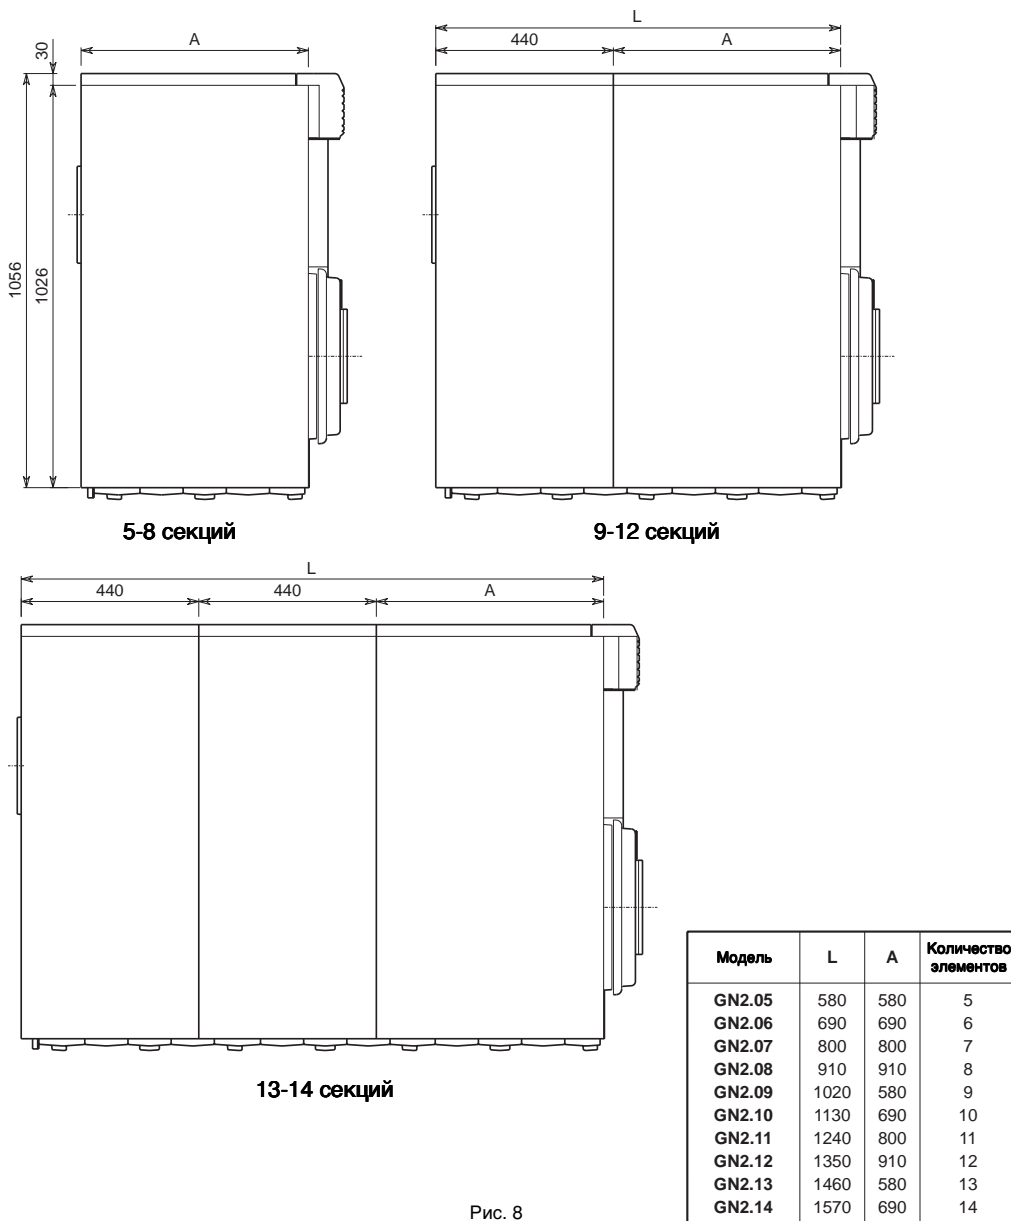

Рис. 8
4.04 (Рис. 8) Подготовить левую и правую боковины, при этом собрать необходимое количество боковых панелей согласно размерам котла (см. таблицу - рис. 8).